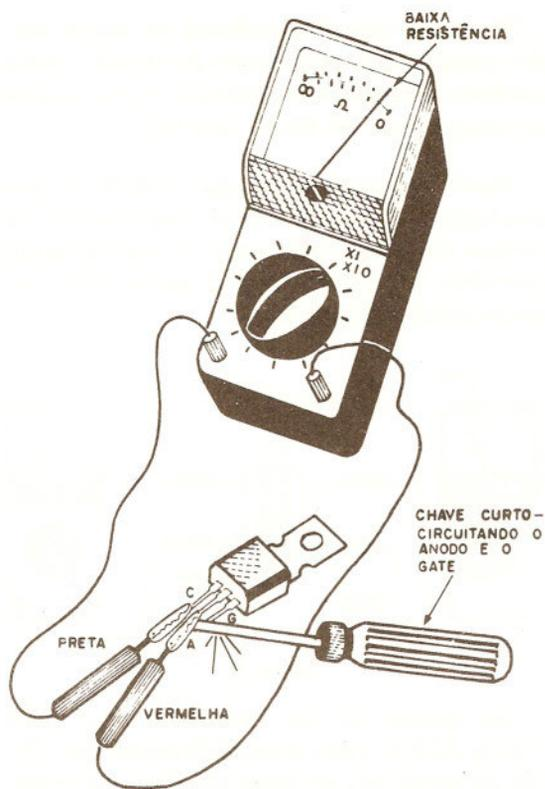

figura 5
2. A seguir, com um pedaço de fio, ou mesmo com a ponta da chave de fenda, curto-circuitamos os terminais de anodo e comporta, conforme mostra a figura 5. Imediatamente, o SCR deve comutar, passando a apresentar uma baixa resistência que será acusada pelo multímetro.